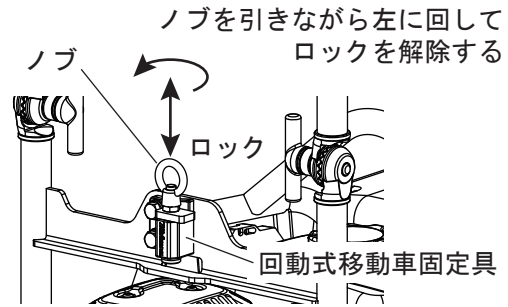

図 4
1. 回動式移動車固定具が正しく作動するか点検してください。(図4)